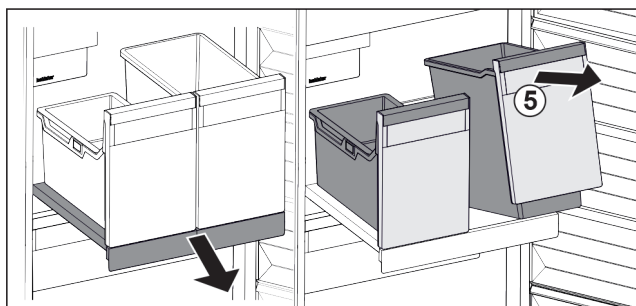

Fig. 138
- Nádobu Fig. 138 (5) vpředu nadzvedněte.